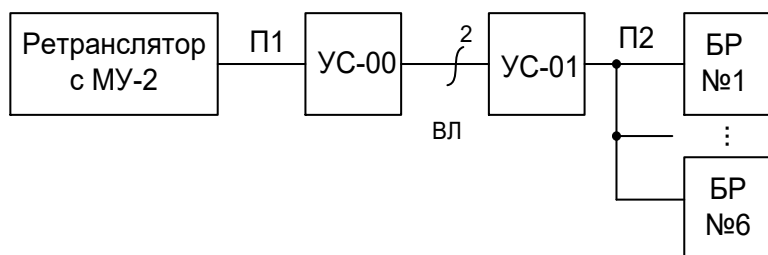

Рисунок 1.4
1.4.7 Допустимая длина линии связи "ретранслятор-БР" при подключении через кабель не должна превышать 15 метров. Для увеличения расстояния (удаленный вынос БР) данную связь необходимо организовать через устройства сопряжения УС-00 и УС-01 (см. рис. 1.4).